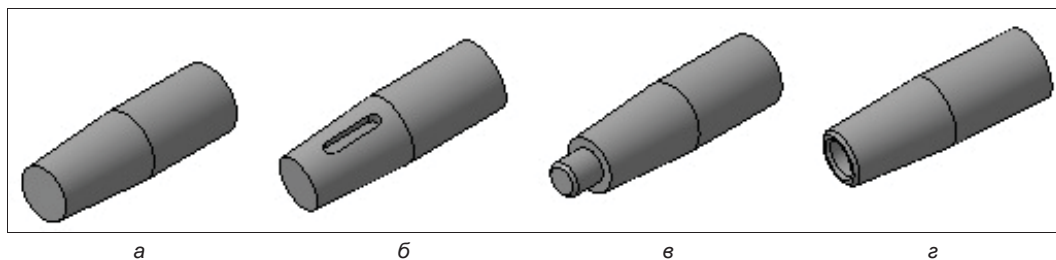

Рис. 21.23. Ряд типовых моделей вала
Рассмотрим прием моделирования типовых объектов на основе ранее созданной модели детали с помощью команды **Деталь-заготовка**. Обратите внимание, что эта команда стала доступна и после создания модели детали. Таким образом, в окно модели можно вставить несколько заготовок. Создайте модель в соответствии с чертежом Вал-заготовка (рис. 21.23, а) и сохраните ее в папке **Модели** под этим именем. Далее выполните такие действия:
- ◆ нажмите кнопку **Создать объект**. Система создала на детали-заготовке шпоночный паз (рис. 21.23, б). Сохраните деталь под другим именем Вал 1. Сделайте второй вариант — с наружной резьбой и третий вариант модели — с внутренней резьбой M12. Сохраните модели под именем Вал 2 и Вал 3 (рис. 21.23, в, г).